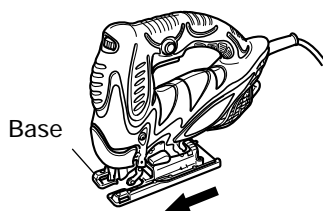

Fig. 11
- (2) Déplacer la base à fond vers l'avant (Fig. 11), puis resserrer le boulon de la base.